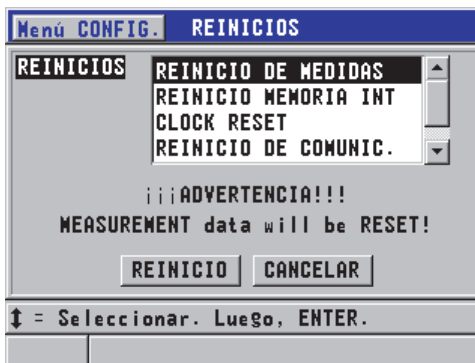

Figura 12-1 Activación de la función de reinicialización
2. En la pantalla **REINICIOS** (véase la Figura 12-1 en la página 225):